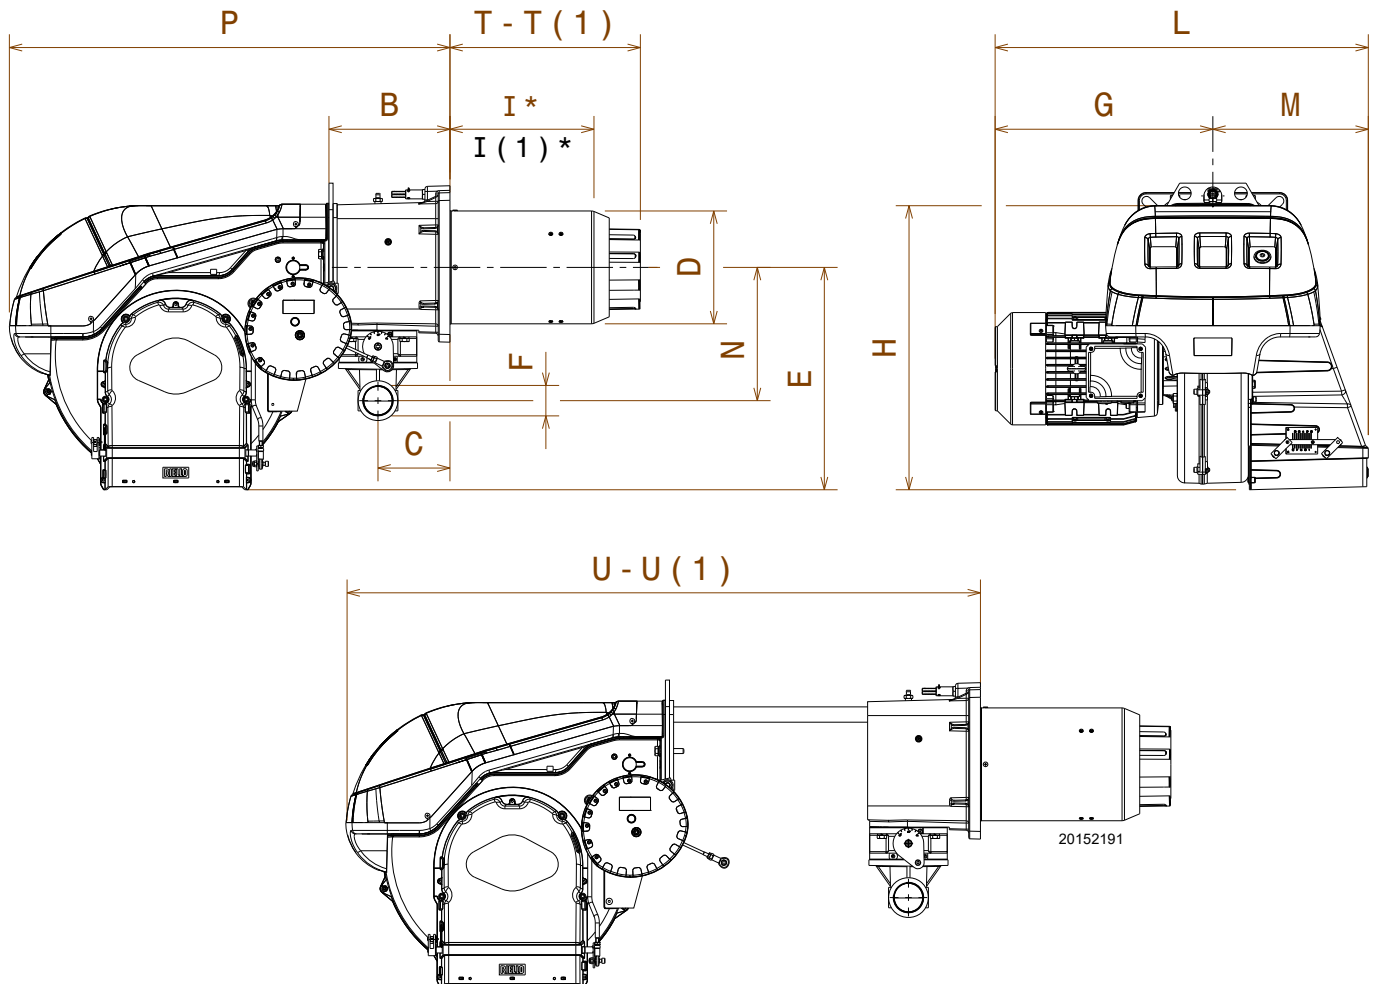

Fig. 1
Las dimensiones máximas del quemador se indican en la Fig. 1. Tener en cuenta que para inspeccionar el cabezal de combustión, el quemador debe abrirse desplazando la parte posterior por las guías.
* El espesor máximo de la puerta de la caldera se refiere a la medida "I" (Fig. 1 en pág. 10).